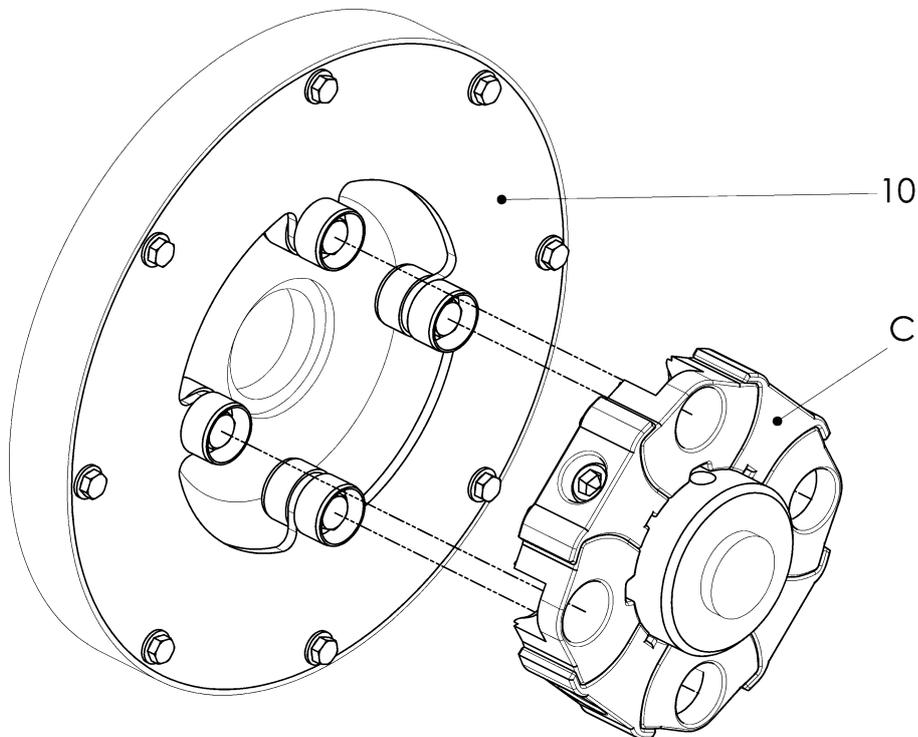

Abbildung 5-12 An- und abtreibende Aggregate verbinden (Bauform -4000)
8.2 An- und abtreibende Aggregate trennen**Siehe Abbildung 5-12 oder 5-11:**